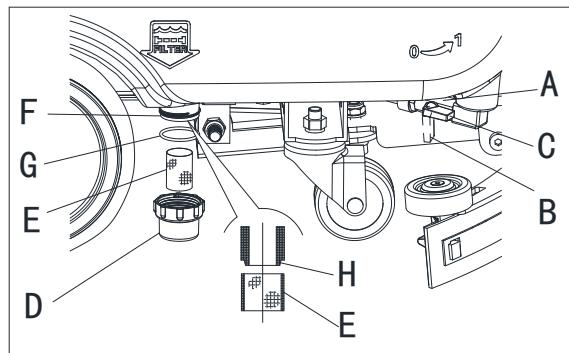

Figure 18
2. Faire en sorte que la machine soit éteinte et que la clé de contact (54) ait été retirée.
3. Fermer le robinet de la solution (A, Fig. 18) sous la machine, derrière la roue arrière droite. Le robinet (A) est fermé lorsqu'il est sur la position (B) et il est ouvert quand il est sur la position (C).
4. Retirer le couvercle transparent (D), puis retirer la crêpine du filtre (E). Les nettoyer et les installer sur le support (F).